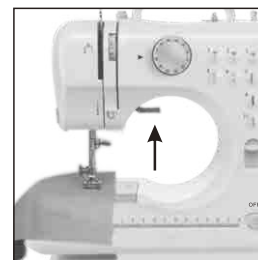

Fig.7
5.Levante el elevador del pie prensatela y coloque la tela que desea coser debajo del pie prensatela (Fig. 7).